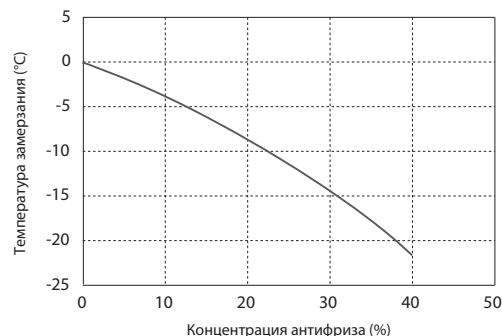

Рис. 4.2.2
- На Рис. 4.2.2 показана зависимость температуры замерзания от концентрации антифриза FERNOX ALPHI-11. Данные по другим антифризам смотрите в соответствующих инструкциях.